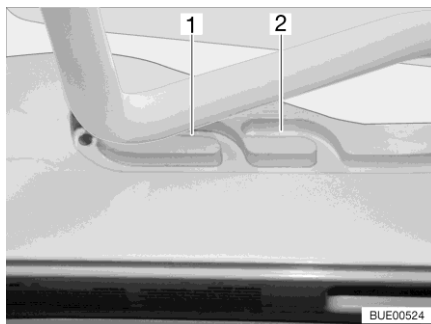

Bild 32 Führung (Lüftungsstellung)
Die Kipp-Dachhaube kann in zwei Lüftungsstellungen gebracht werden: Schlechtwetterstellung (Bild 32,1) und Mittelstellung (Bild 32,2).
- Den Bügel leicht nach oben drücken und in die gewählte Führung (Bild 32,1 oder 2) schieben.